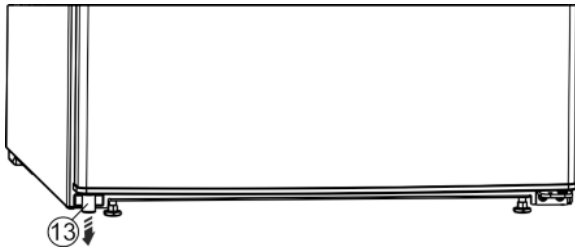

Fig. 4
- ▶ Extraer de la puerta el distanciador Fig. 4 (13), abajo a la izquierda.